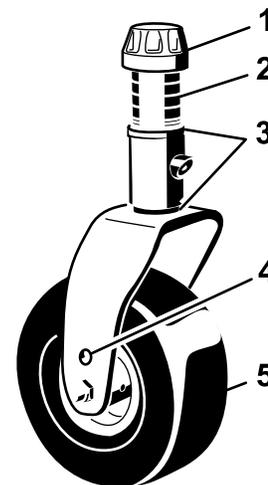
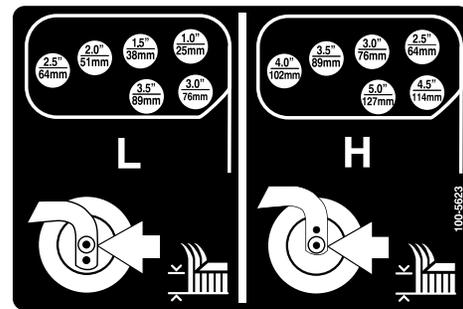
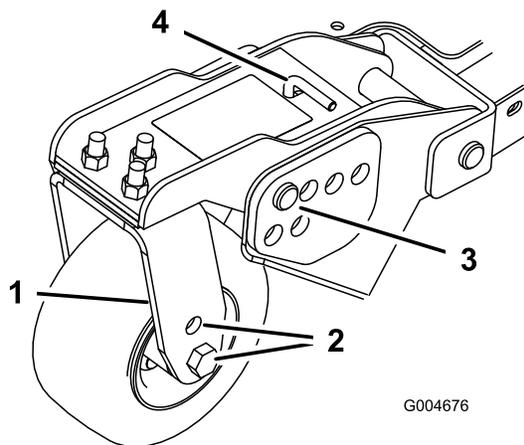

Bild 20
Bild 23
Bild 22
- Stecken Sie die Laufradachsen in allen Gabeln in die gleichen Löcher (Bild 20 und Bild 22). Siehe die nachstehende Tabelle, um das richtige Loch für die jeweilige Einstellung festzustellen.
- Entfernen Sie die Spannkappe von der Spindelwelle (Bild 20) und ziehen die Spindel aus dem Laufradarm heraus. Ziehen Sie zwei Beilagscheiben (3 mm) so auf die Spindelwelle, wie sie ursprünglich montiert waren. Diese Beilagscheiben sind erforderlich, um alle Mähwerke über die Breite auf ein Niveau zu bringen. Ziehen Sie die erforderliche Anzahl von 13 mm Distanzstücken (siehe die nachstehende Tabelle) auf die Spindelwelle, um die gewünschte Schnitthöhe herbeizuführen; ziehen Sie dann die Scheibe auf die Welle auf.
4. Entfernen Sie den Splint und den Lastösenbolzen von den Laufradgelenkarmen (Bild 22).
5. Drehen Sie die Spannstange, um den Gelenkarm anzuheben oder abzusenken, bis die Löcher mit den ausgewählten Löchern in der Schnitthöhenhalterung im Mähwerkrahmen ausgerichtet sind (Bild 22 und Bild 23).